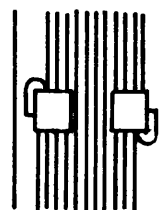

Fig.9
c. Corte el alambre y doble las puntas (fig.9).